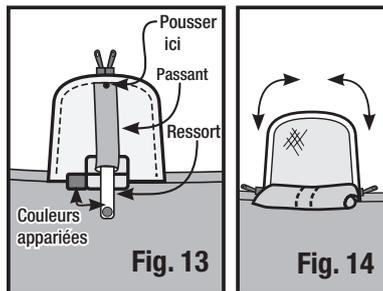

Fig. 13
**REMARQUE :** Les ressorts sont conservés dans le sac des piquets. Dérouler les ressorts avec précaution. Les marques de couleur se trouvant sur chaque ressort devraient correspondre au « fanion » de couleur cousu sur l'ouverture du manchon de la fenêtre et toujours faire face à l'opérateur. (Fig. 13)
1. Fermer la fenêtre et localiser le manchon sur le panneau de fenêtre. Ouvrir l'attache en boucle et crochet pour insérer le ressort. Ensuite, fermer l'attache. (Fig. 13)
2. Avant d'ouvrir la fenêtre, pousser sur le dessus des ressorts pour activer le dispositif d'auto-enroulage. (Fig. 13)
3. Faire fonctionner les deux languettes de fermeture éclair en même temps pour ouvrir et fermer la fenêtre. (Fig. 13 et 14)